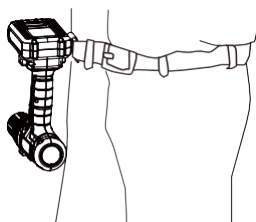

Fig. 2
3. Le clip ceinture (9) peut être accroché à votre ceinture ou poche, etc. (Fig. 2).